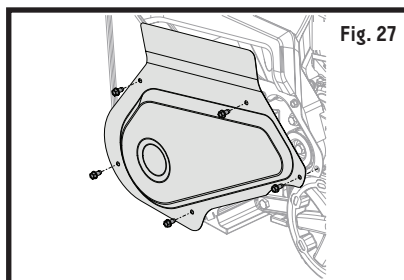
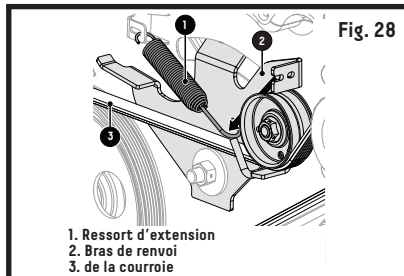

Fig. 27
Fig. 28
3. Enlevez la visserie du couvercle de la courroie et retirez le couvercle. Gardez toutes les pièces de côté (fig. 27). Consultez la figure 28.